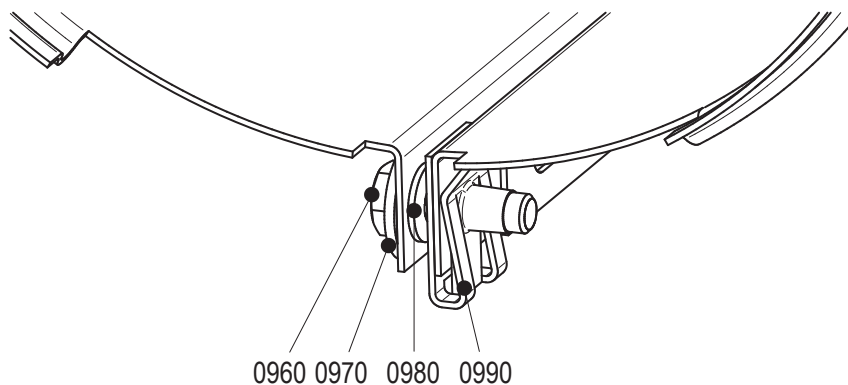

图 15: 安装护套。
- 1 拧松螺栓（0960）。请参阅 图 15。
- 3 将护套闭合，然后安装螺栓 (0960)。请参阅图 15。
- 5 将护套闭合，然后安装螺栓 (0230) 和螺栓 (0960)。请参阅 图 15。